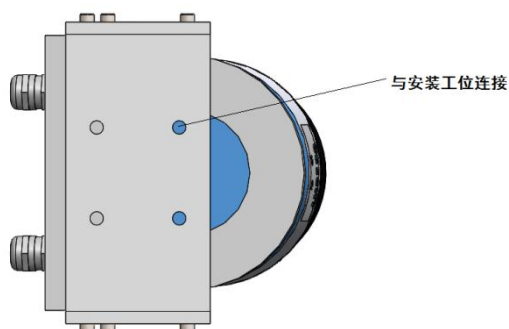

图12 安装架二上的四个孔与安装工位连接
- c) 最后，利用安装架二上的四个 $\Phi 6.5$ 通孔与安装工位连接，如图 12。